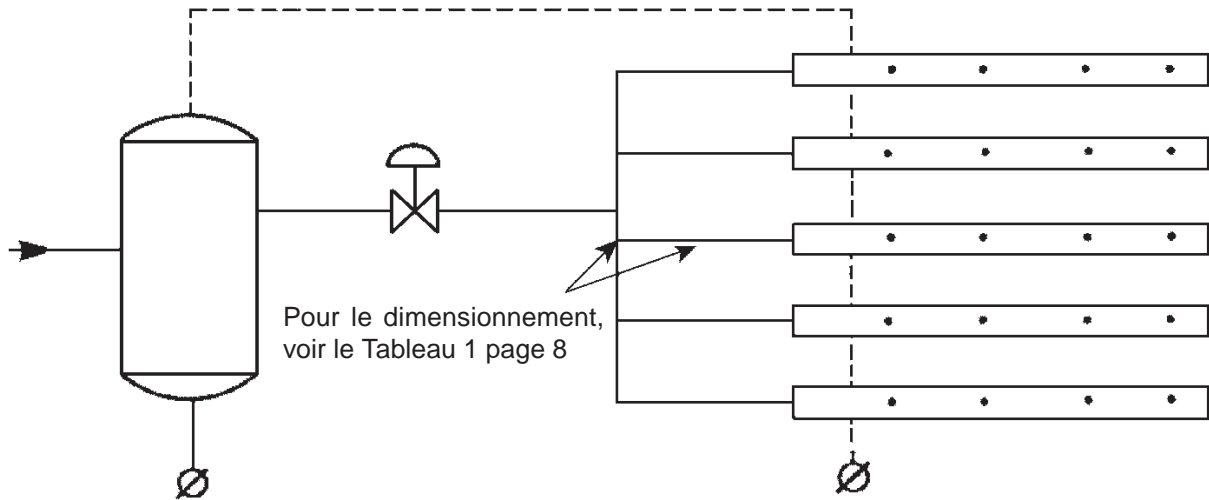

Fig. 11 Installation multi-rampes si les rampes sont d'une longueur suffisante et si un seul purgeur est approprié.
3.3.8 Les Figures 11, 12 et 13 donnent des recommandations pour les tuyauteries d'alimentation vapeur, de condensat et les installations des systèmes multi-rampes horizontales et verticales.